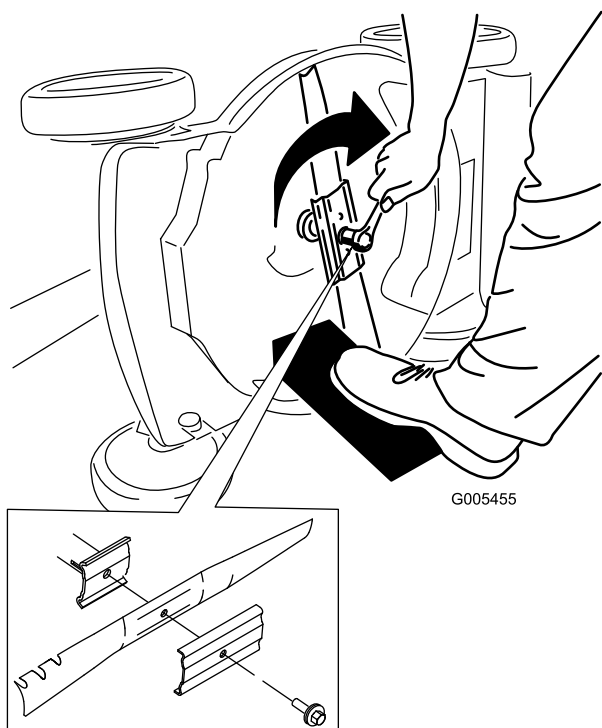

Figure 38
5. Montez la nouvelle lame et toutes les fixations (Figure 38).